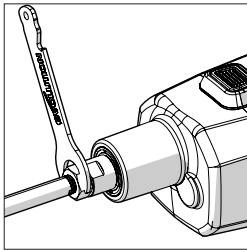

Fig. 2
**Nota:** el eje de la máquina (Fig. 2) sobresale de la unidad del motor y tiene dos caras mecanizadas en él para alojar la llave suministrada.